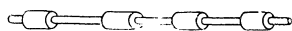

Abb. 6. Papierführungsrollen.
c) Die Papierführungsvorrichtung. Sie besteht außer der Papierwalze meist aus einer verschiedenen Zahl mit Gummi überzogener kleiner Rollen unter der Schreibwalze, den Papierführungsrollen (Abb. 6). Ihre Oberfläche muß ebenfalls rauh sein, da sie zur Weiterbewegung des Papiers notwendig sind. Schreibwalze und Druckrollen bewegen sich wie die Rollen der Wringmaschine in entgegengesetzter Richtung. Sie müssen einander